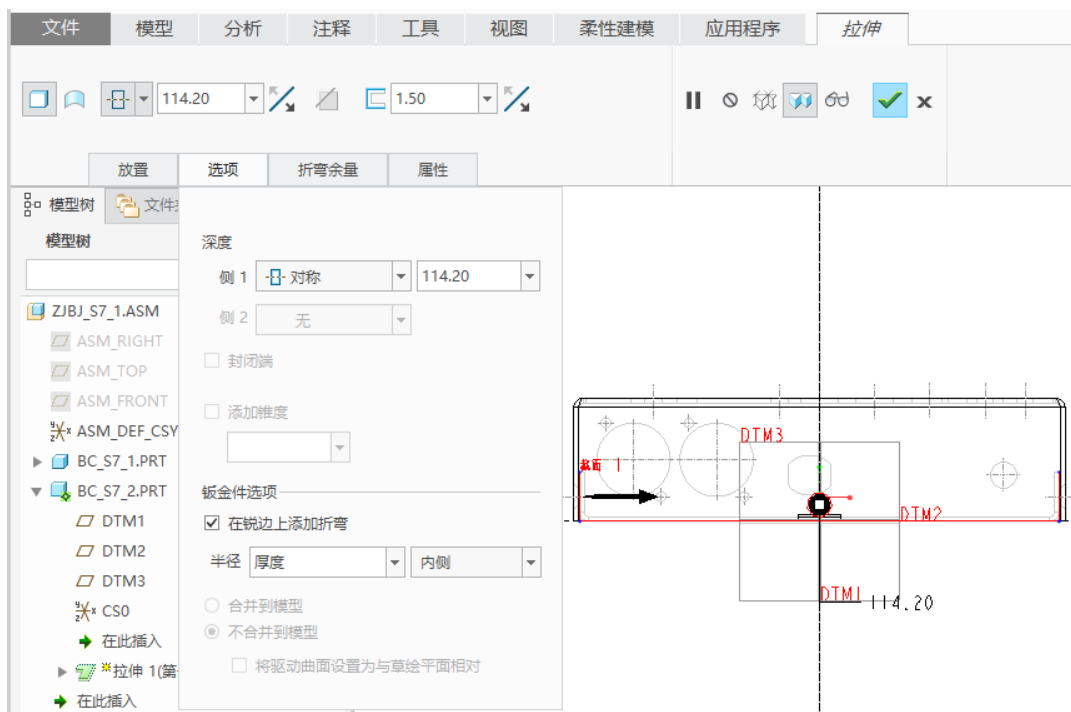

图 7-43 设置钣金件选项
(4) 在“拉伸”选项卡中输入壁的厚度值为“1.5”，输入拉伸深度值为“114.2”，并选择“ (对称)”深度选项。
(5) 在“拉伸”选项卡上打开“选项”面板，接着从“钣金件选项”选项组中勾选“在锐边上添加折弯”复选框，并在“半径”下拉列表框中选择“厚度”选项，设置标注折弯的方式选项为“内侧”，如图 7-43 所示。